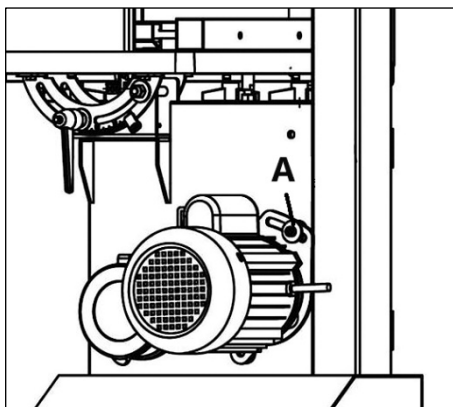

Рисунок 17.
- Ослабьте болт крепления двигателя A (рис. 17) и поверните двигатель против часовой стрелки, чтобы уменьшить натяжение приводного ремня, поверните двигатель по часовой стрелке, чтобы увеличить натяжение приводного ремня. Затяните болт крепления двигателя.